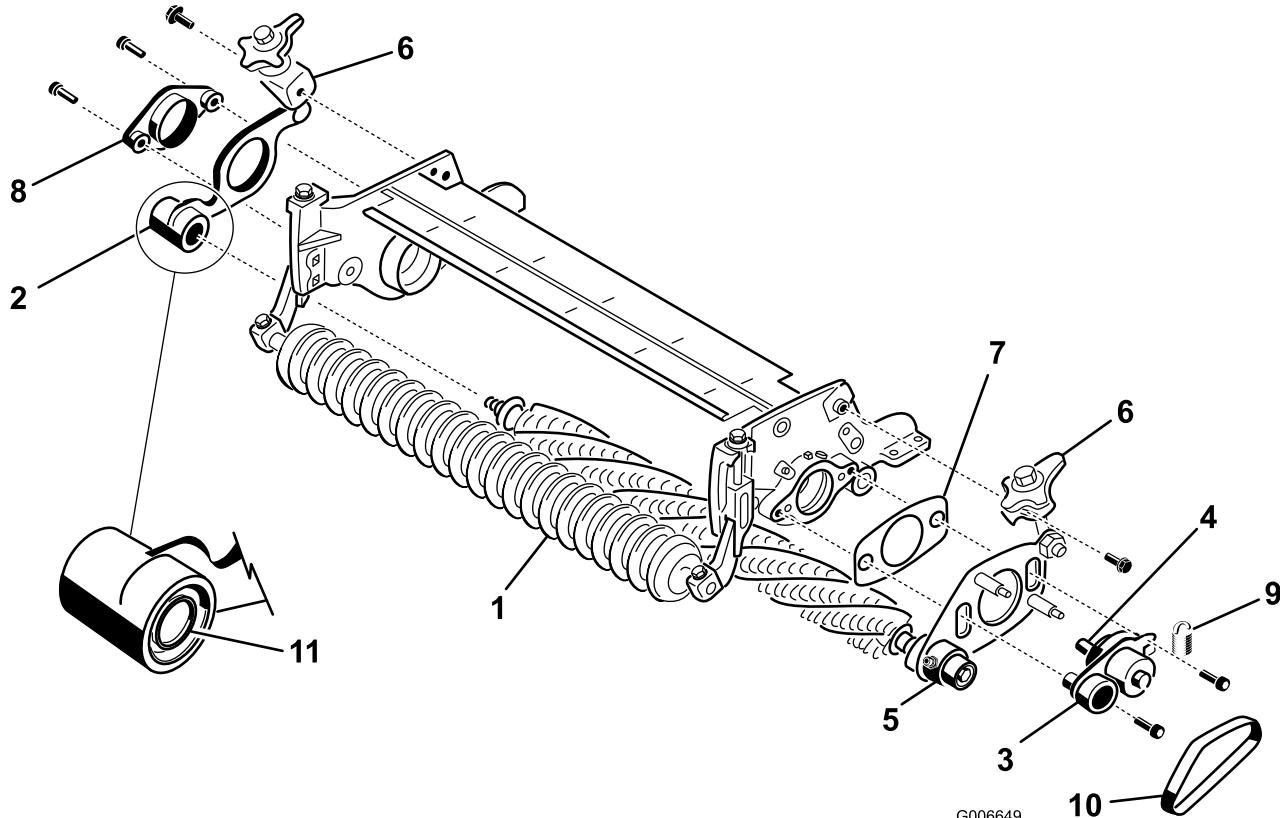

Figura 24
21. No lado **sem transmissão** do conjunto do rastelo, deslize a placa do rastelo para fora do conjunto dos eixos do mesmo (Figura 24).
23. No lado de transmissão da unidade de corte, monte o encaixe de eixo, a placa lateral do rastelo e o calço na placa lateral da unidade de corte, com parafusos de cabeça flangeada, de (2) 3/8 x 1 polegadas (Figura 24). Antes da instalação, aplique Loctite azul nas roscas dos parafusos.
- 25. Fixe o encaixe do eixo sem transmissão à placa lateral da unidade de corte, com (2) parafusos de 3/8 x 1 pol. (Figura 24). Antes da instalação, aplique Loctite azul nas roscas dos parafusos.
27. Monte os conjuntos das alavancas de libertação rápida nas placas laterais, com porcas de cabeça flangeada de 3/8 x 3/4 pol. (Figura 24).
28. Instale a correia do rastelo nas polias (Figura 24). Certifique-se de que as saliências da correia assentam devidamente nas ranhuras de cada polia.